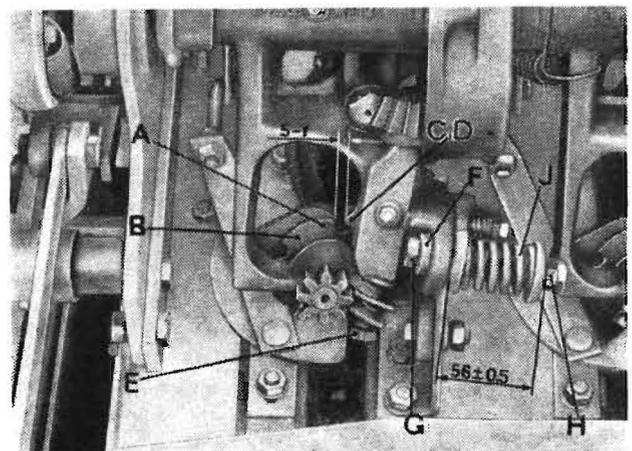

Bild 33
Danach ist zwischen der Gleitfläche der linken Knüpferscheibe und den Gleitflächen des Knoter- oder Fängeritzels des dazugehörigen Knüpfapparates ein Abstand von $0,2 \pm 0,1$ mm einzustellen. Somit ist die Leichtgängigkeit der Bindeeinrichtung hergestellt. Alle 50 Betriebsstunden ist das Spiel zwischen den Gleitflächen des Knoter- oder Fängeritzels zur Knüpferscheibe am linken Knüpfapparat zu überprüfen (durch leichtes Hin- und Herbewegen der Schneckenwelle am linken Knüpfapparat mittels Schraubenschlüssel an der Sechskantmutter (E) (Bild 33) wird das Spiel sichtbar).
Die Fadenhalterung muß so eingestellt sein, daß zwischen den linken Ecken (A) der Mitnehmernuten des Fadenfängers (B) und den Nasen (C) des Klemmsegmentes (D) ein Abstand von 5 ± 1 mm vorhanden ist. Dabei darf sich im Fadenhalter kein Faden befinden und das Klemmsegment muß auf dem Grund des Fadenfängers aufliegen. Zur Einstellung muß die Sechskantmutter (E) auf der Schneckenwelle gelockert werden. Durch einen leichten Schlag auf die Schnecke löst sich diese vom konischen Sitz der Schneckenwelle (Bild 33).
Die Einstellung der Klemmkraft am Fadenhalter erfolgt über den Hebel (F) durch die Sechskantschraube (G) mit den beiden Sechskantmutter (H). Die Grundeinstellung des Druckfedersatzes (J) beträgt über die Führungsscheiben gemessen $56 \pm 0,5$ mm (bei dieser Federhöhe befindet sich im Fadenhalter kein Bindfaden und das Klemmsegment liegt demnach auf dem Grund des Fadenfängers auf) (Bild 33). Die vom Werk vorgenommene Grundeinstellung